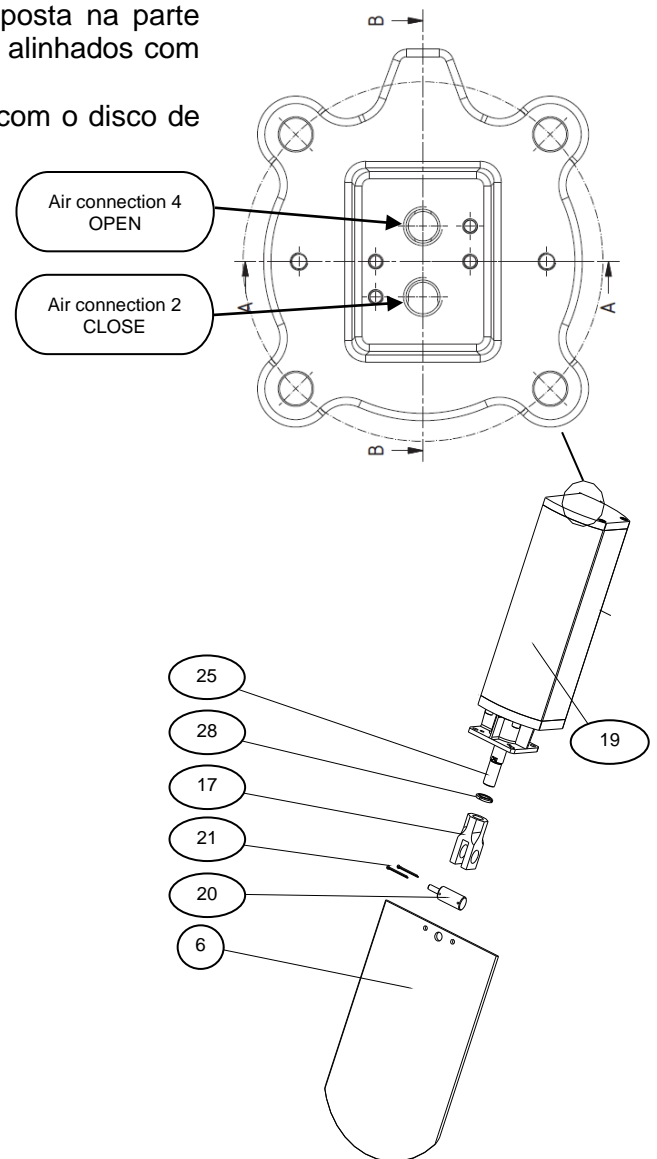

Fig. 3
- Para a montagem do cilindro é preciso preparar (n.º de item, vide a fig. 3):
- que o perno (20) se adapte aos grampos (21),